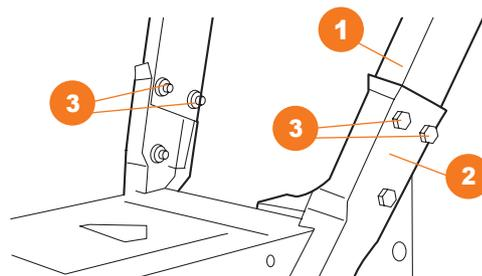

Рис. 27
- Совместите нижнюю часть **1** рукоятки панели оператора с корпусом снегоборщика **2** и закрепите болтами и гайками **3** с каждой стороны (Рис. 27).